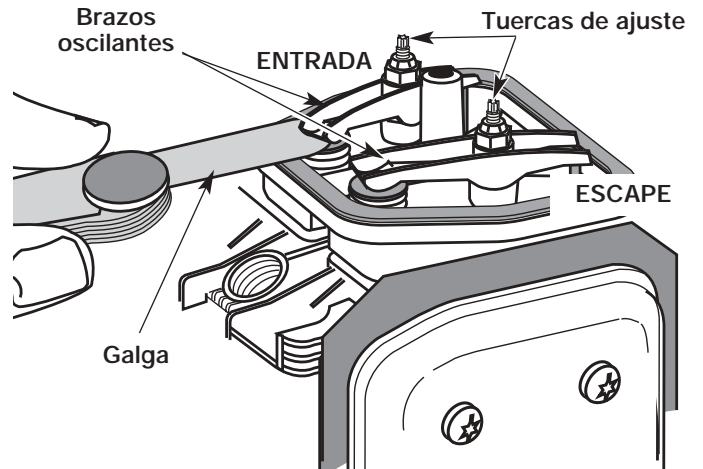

Fig. 45
9. Deslice la galga entre el brazo oscilante y el resorte de retorno de la válvula. Mida el huelgo entre el vástago de la válvula y el brazo oscilante (Fig. 45). Realice esto en las válvulas de entrada y de escape